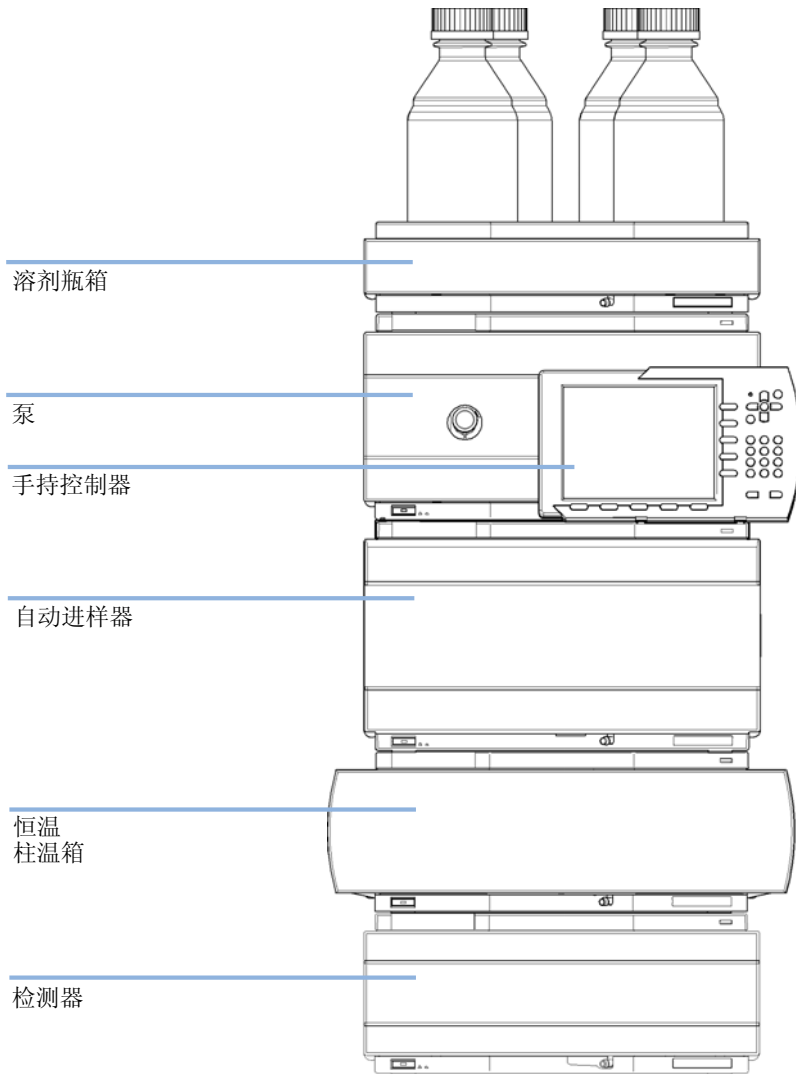
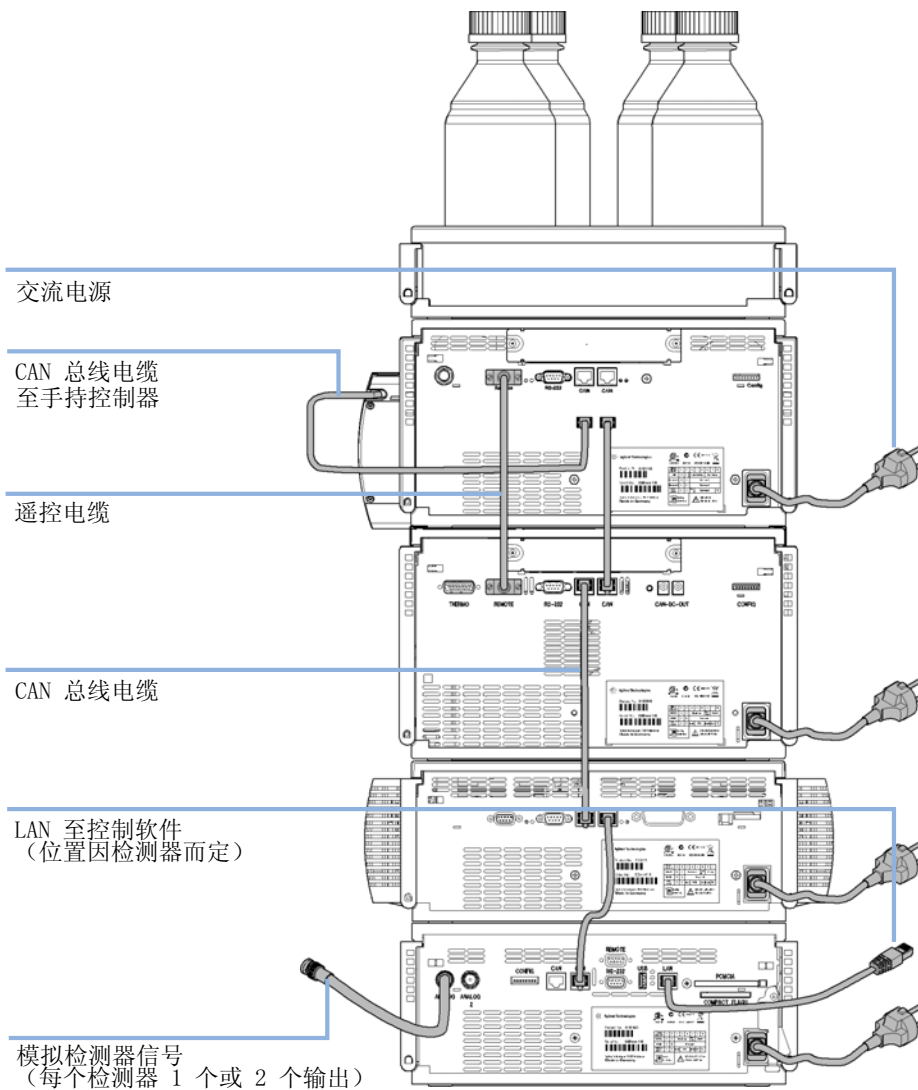

图 7 1260 Infinity 建议的叠放配置 (前视图)
图 8 1260 Infinity 建议的叠放配置 (后视图)
通过在以下配置中安装 Agilent 1260 Infinity LC 系统的模块，可确保模块发挥最佳性能（请参阅“第 39 页的图 7”和“第 40 页的图 8”）。该配置可以优化流路以获得最小延迟体积，并将工作台所占空间降到最小。
- 1 按照“第 39 页的图 7”中所示的叠放配置安放各个模块。
- 4 将 CAN 电缆连接到下一模块的 CAN 接头，请参阅“第 40 页的图 8”。
- 1 将真空脱气机放置在模块的叠放系统中，如“第 39 页的图 7”中所示。
- 5 将 APG 电缆连接到泵的 APG 远程接头，请参阅“第 40 页的图 8”。